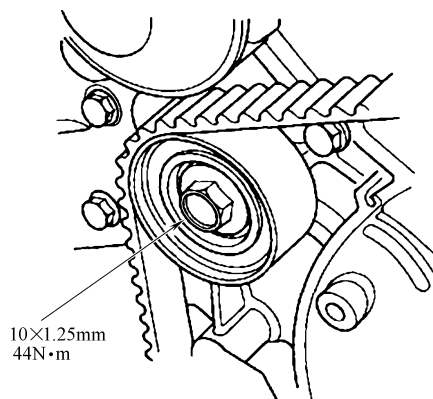

图 23-61 紧固惰轮螺栓
- 6) 如图 23-61 所示，换用新的惰轮螺栓，并把惰轮螺栓紧固至 $44\text{N} \cdot \text{m}$ 。